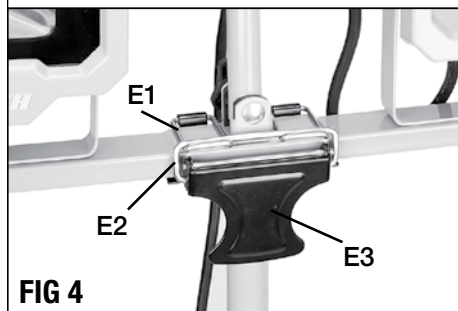

FIG 4
FIXATION DE LA LAMPE DE TRAVAIL AU TRIPODE (FIG 4)
2. Utiliser le système de verrouillage de support (E1, E2 et E3) pour fixer l'ensemble de la lumière de travail sur le trépied comme représenté sur la figure 4.